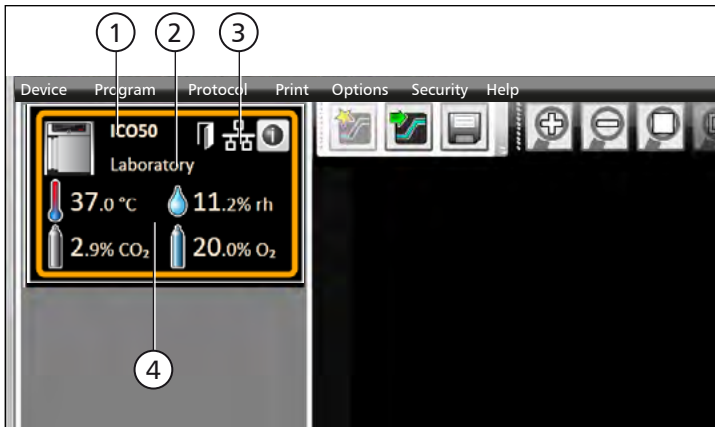

Fig. 1
- 1 Si el equipo está conectado al ordenador a través de Ethernet y ya se ha dado de alta una vez, se reconocerá automáticamente y se mostrará el estado de funcionamiento actual (temperatura, alarmas) (Fig. 1).